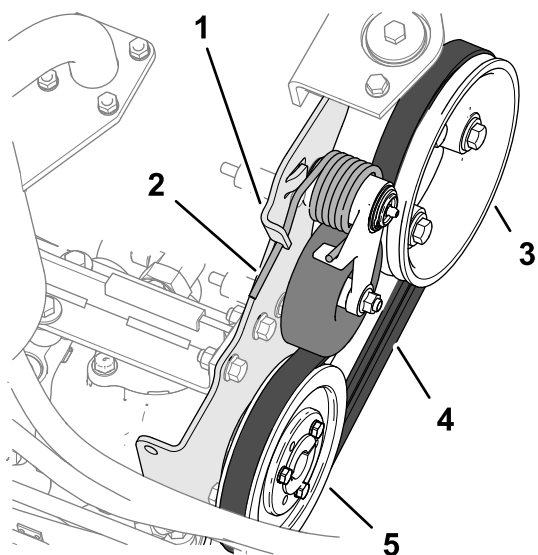

Figura 90
2. Empurre a extremidade da mola de tensionamento da correia para baixo e para fora do entalhe na patilha de montagem da bomba, e mova a extremidade da mola para a frente (Figura 90).